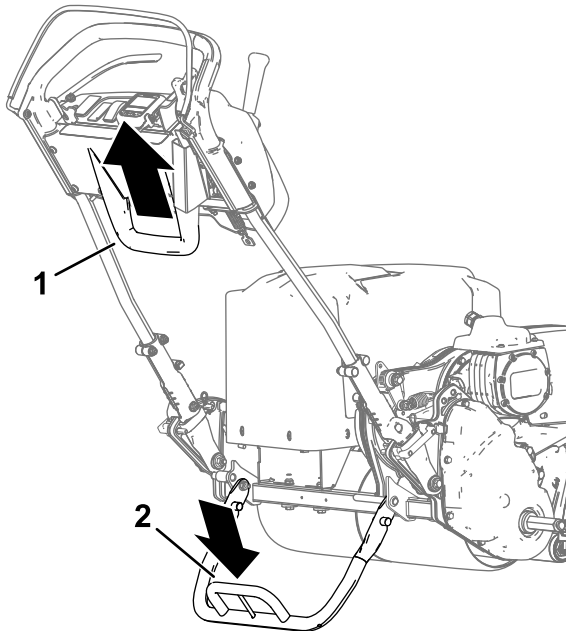

Bild 21
- Wenn Sie den Ständer zur Montage der Transporträder verwenden, senken Sie ihn auf den Boden ab, treten Sie auf den Ständerbügel und ziehen Sie den unteren, mittleren Holm gleichzeitig nach oben und hinten (Bild 21).